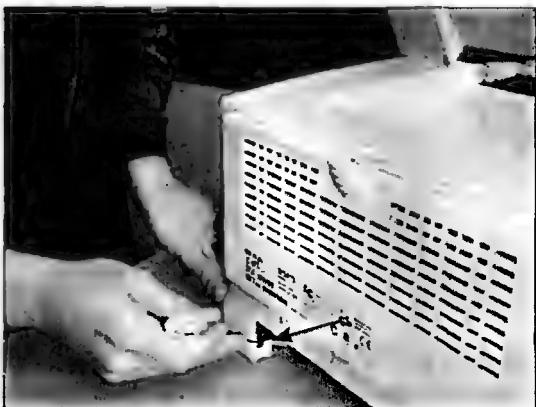

Рис. 8.7
- Слегка утапливают защелку задней панели вниз со стороны лотка (рис. 8.7), оттягивают край. То же самое делают с другой стороны панели. Снимают стенку движением вниз — на себя.